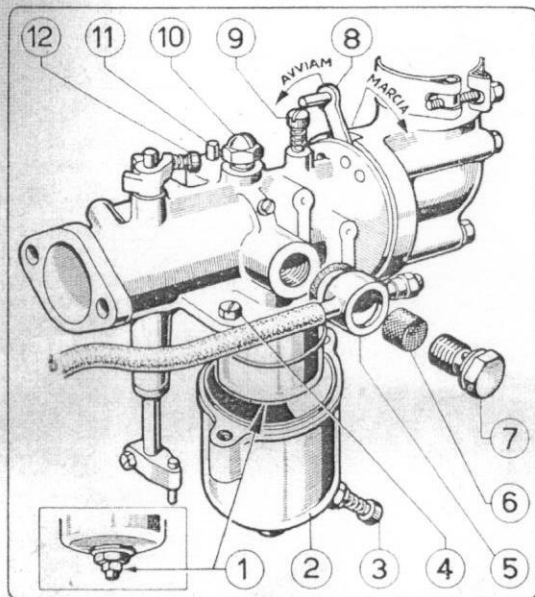

Fig. 2
- Vuotare completamente il carburatore agendo sulla apposita vite di scarico posta sotto il carburatore (Fig. 2 n. 3).
Molto importante è anche la periodica pulizia del filtro carburante contenuto nel carburatore in corrispondenza del punto d'arrivo tubetto combustibile (Fig. 2 n. 6).. Occorre pertanto mensilmente smontare il filtro in rete d'ottone e lavarlo accuratamente.